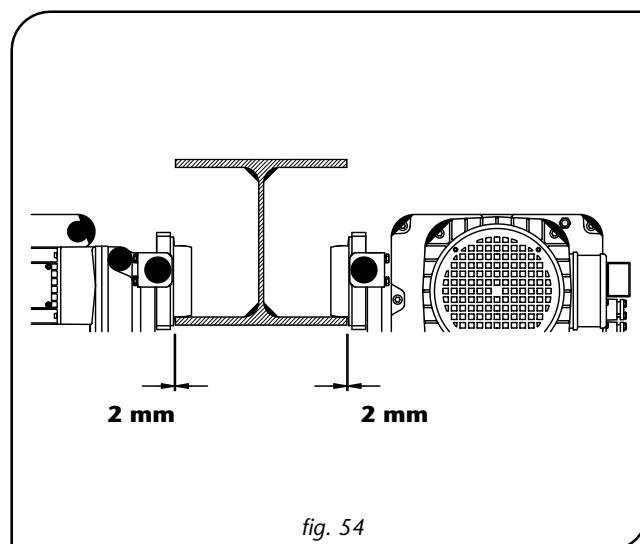

fig. 54
13. Controllare che tutte le quattro piste di scorrimento delle ruote dei carrelli appoggino correttamente sulla trave e che tra il loro bordo e l'ala del profilato vi sia un gioco di 2 mm max. per parte (fig. 54).